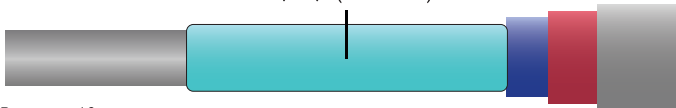

Рисунок 19
7.8. На полученное соединение надеть термоусаживаемую трубку 12,7/6,4 (L=150 мм) (рисунок 19) и термоусадить ее воздушным термопистолетом при температуре +350 °С в течении 2,5 мин.